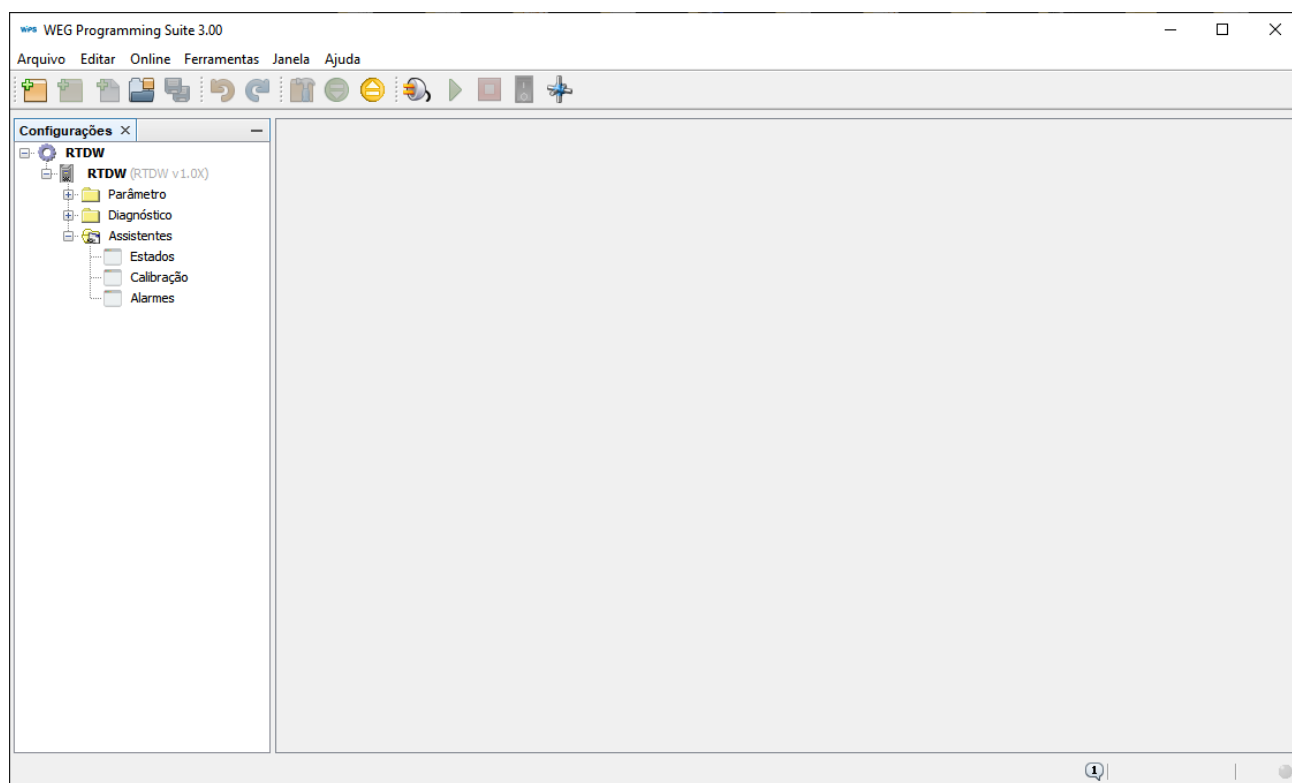

Figura 6.37: Assistentes disponíveis
- Na aba “Configurações” aberta na lateral esquerda, conforme Figura 6.37 na página 6-42, localize e com um duplo clique abra a opção Assistentes.